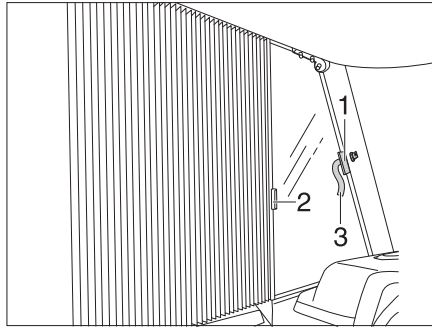

Bild 83 Plisségardiner för förar- och passagerarfönster
- Öppna kardborrbandet på säkringsbandet (Bild 83,3) på båda sidor.
- Ta tag i handtagen (Bild 83,1 och 2) i plisségardinen och dra försiktigt ihop dem tills magnetlåset håller plisségardinen stängd.
- Dra försiktigt tillbaka plisségardinen i handtagen (Bild 83,1 och 2).
- Säkra plisségardinen med kardborrbandet på säkringsbandet (Bild 83,3).